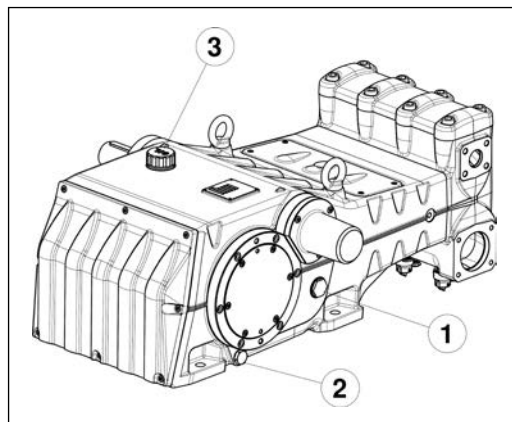

Fig. 3
Controlar el nivel de aceite en los indicadores laterales ①, Fig. 3.
Si es necesario, repostar a través del tapón de aceite ③, Fig. 3. El control correcto del nivel de aceite se realiza con la bomba a temperatura ambiente, el cambio de aceite va realizado con la bomba a temperatura de funcionamiento retirando el tapó pos. ②, Fig. 3.